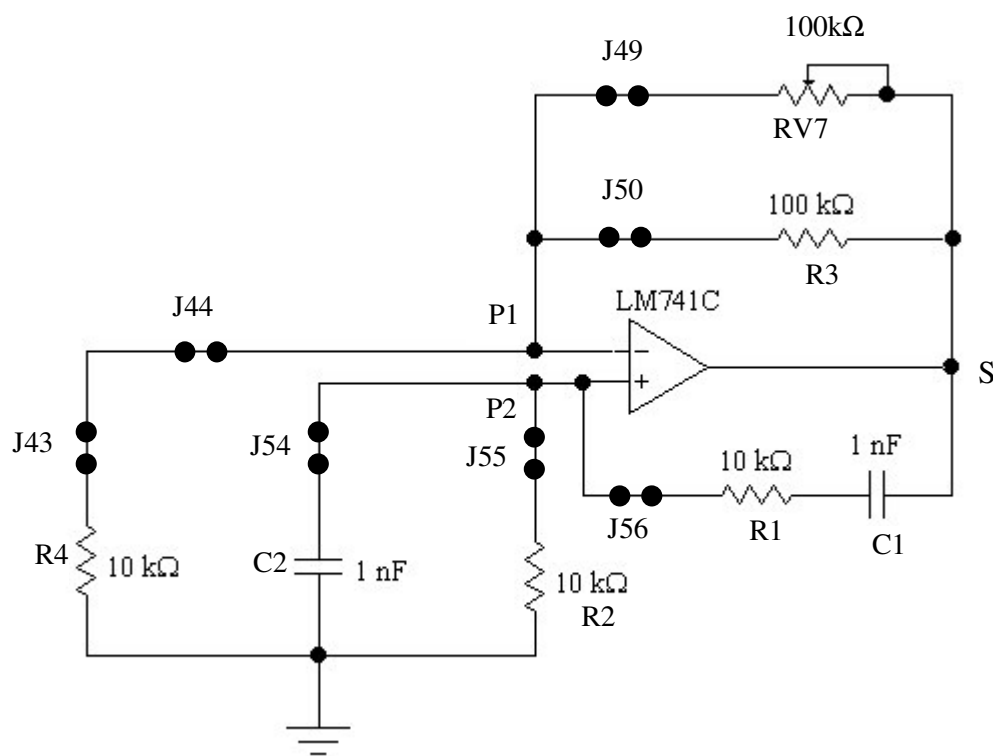

Figura 1- Circuito oscilador Ponte de Wien.
1. Montar o circuito oscilador Ponte de Wien indicado na figura 1, conectando adequadamente cada um dos jumpers, conforme indicado na figura.